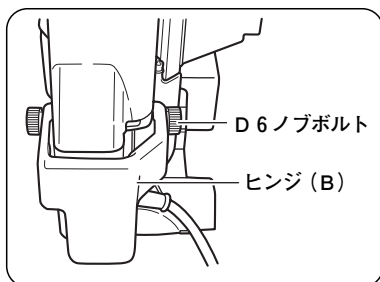

図 35
- (3) ヒンジ（B）の両側から D 6 ノブボルト（2 本）を締付け、本体を固定します。この際、図中左側の D 6 ノブボルトから締付けてください。（図 35）
- (4) 定置式スタンド取付け後、各部の精度を調整してください。